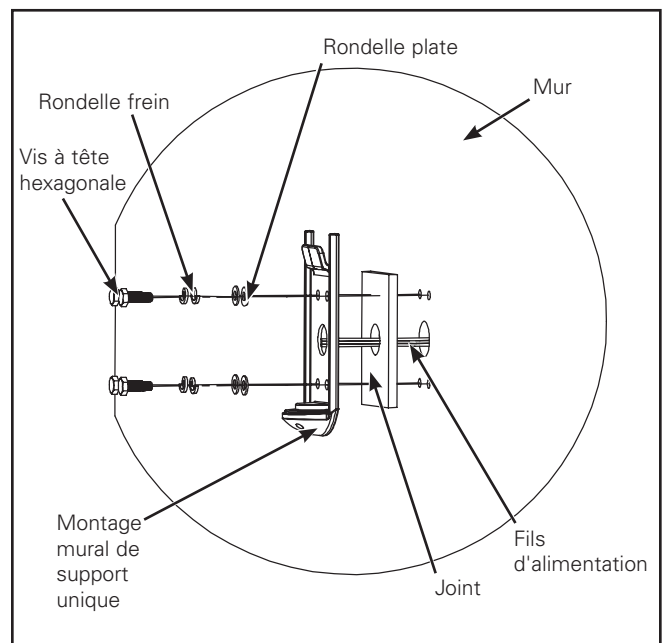

Figure 19.
1. En utilisant la plaque de fixation murale comme gabarit, percez quatre trous dans le mur (Figure 19). Installez les dispositifs d'ancrage appropriés (non fournis) au mur. Utilisez du silicone pour effectuer le calfeutrage autour de la boîte de jonction et des dispositifs d'ancrage au mur.